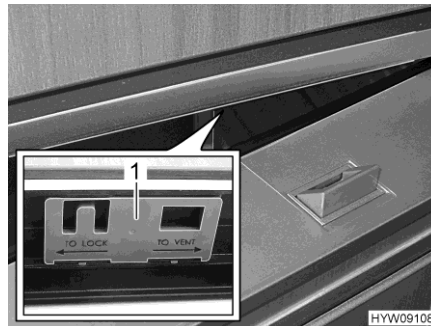

Bild 95 Kühlschranktür (Lüftungsstellung)
- Schieber (Bild 95,1) nach rechts schieben.